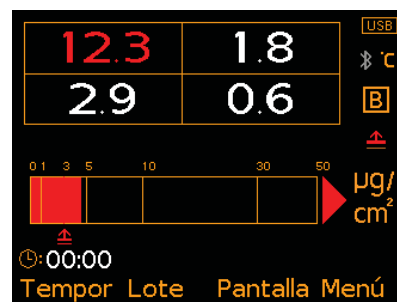

Fig. 5: Lecturas x4 y gráfico de barras
- **Gráfico de barras (Fig. 5);** representación analógica del valor de medición actual junto con las lecturas máxima (Hi), mínima (Lo) y media ( $\bar{x}$ ). El gráfico se actualiza automáticamente al tomar cada lectura.